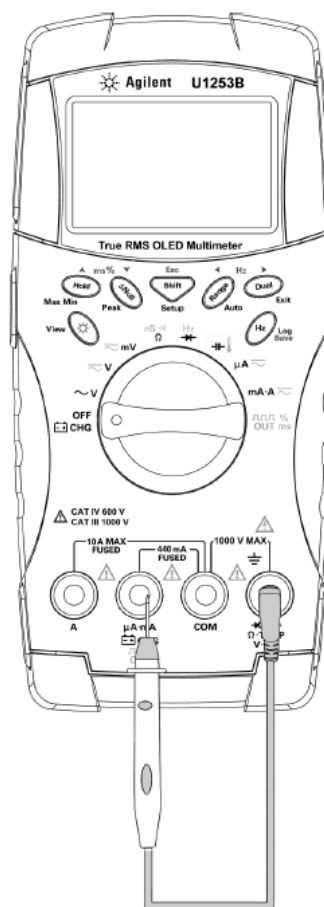

Figure 5-8 Procédures de vérification des fusibles
- 3 Pour tester le fusible 1, placez l'extrémité de la sonde de test sur la partie droite de la borne d'entrée . Assurez-vous que l'extrémité de la sonde est en contact avec le métal dans la borne d'entrée, comme illustré sur la Figure 5-8.